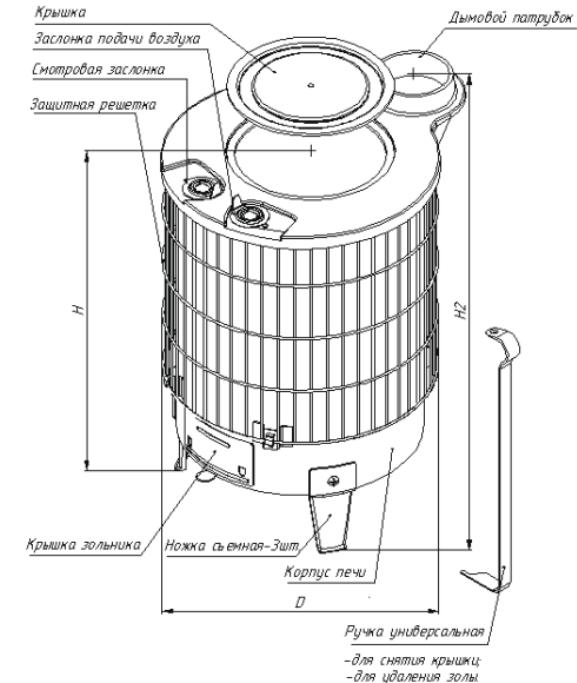

Рис.1. Устройство печи ВВД-Турбо
1.3 Схема устройства печи приведена на рис.1.
2.1 Массо-габаритные и тепловые характеристики печей приведены на рис.1 и в табл.1,2.